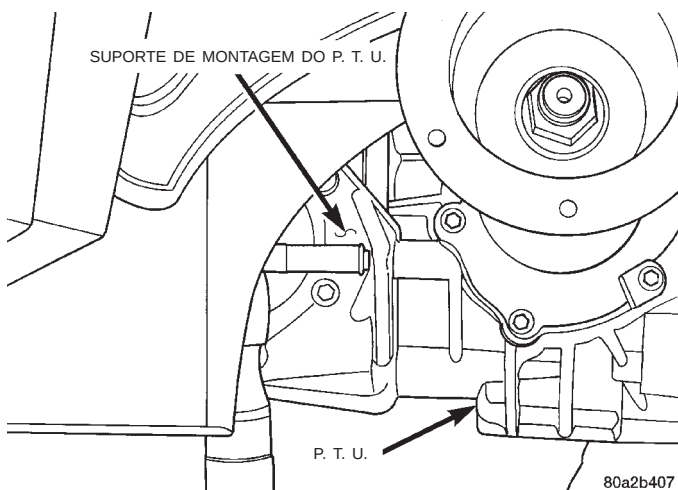
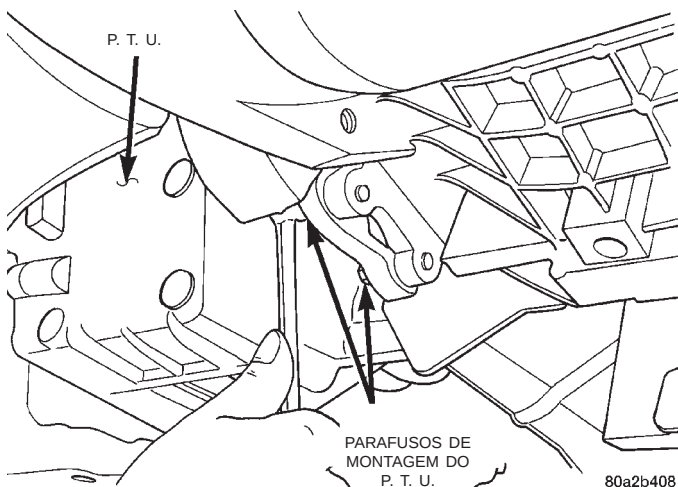
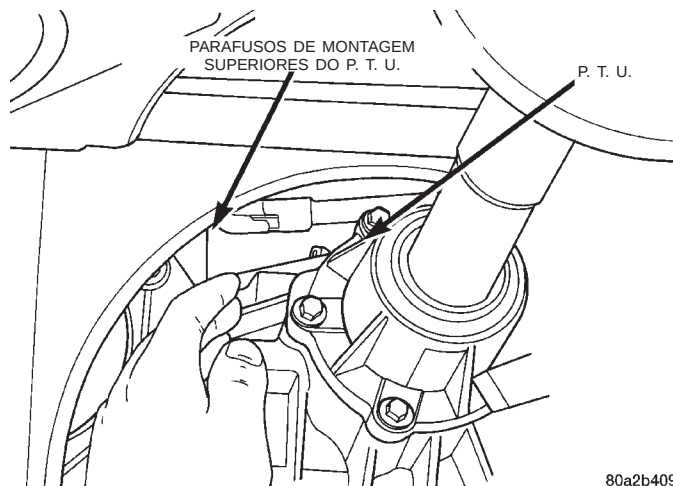

Fig. 9 Remoção dos Parafusos do Suporte da Parte de Trás do P. T. U.
Fig. 10 Parafusos de Montagem Inferiores do P. T. U.
Fig. 11 Parafusos de Montagem Superiores do P. T. U.
- (7) Remova os parafusos do suporte de montagem da Unidade de Transferência de Força na parte de trás da unidade (Fig. 9).
- (8) Remova os parafusos e o suporte externo direito, próximos do semi-eixo da direita.
- (9) Remova os quatro parafusos de montagem do P. T. U. (Fig. 10) e (Fig. 11).
- (10) Remova o conjunto do P. T. U. do veículo.